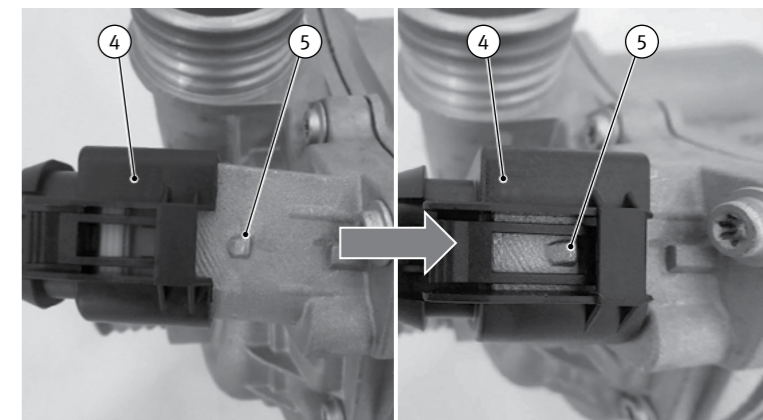

Abb. 3/ Fig. 3/ Рис. 3/ 图3
- **Le joint (2) ne doit jamais être huilé ou graissé ni entrer en contact avec de l'huile ou de la graisse.**
- Utiliser des colliers (3) pour serrer les conduites de refroidissement sur les éléments de raccordement.
- Les composants électriques peuvent être endommagés par une charge électrostatique. Par conséquent, ne jamais toucher les contacts électriques de la prise mâle (4). Respecter les normes DIN EN 61340-5-1 et ANSI/ESD S20.20-2014 !
- Fixer la prise mâle (4) de sorte que l'ergot (5) s'enclenche correctement (Fig. 3).
- Установленные изначально оригинальные алюминиевые болты (1) не подлежат повторному использованию.
- Для крепления к блоку цилиндров двигателя используйте только входящие в комплект стальные болты (26 мм) (1). Момент затяжки: 10 Н·м
- **Уплотнительную прокладку (2) ни в коем случае нельзя смазывать жидкой или консистентной смазкой. Любой контакт прокладки со смазками должен быть исключён.**
- Используйте червячные хомуты (3) для крепления шлангов системы охлаждения к соединительным патрубкам.
- Под действием электростатического заряда электрические компоненты могут быть повреждены. Поэтому никогда не касайтесь электрических контактов на разъёме (4). Соблюдайте DIN EN 61340-5-1 или ANSI/ESD S20.20-2014!
- Вставьте разъём (4) так, чтобы его защёлка (5) надёжно вошла в зацепление (рис. 3).